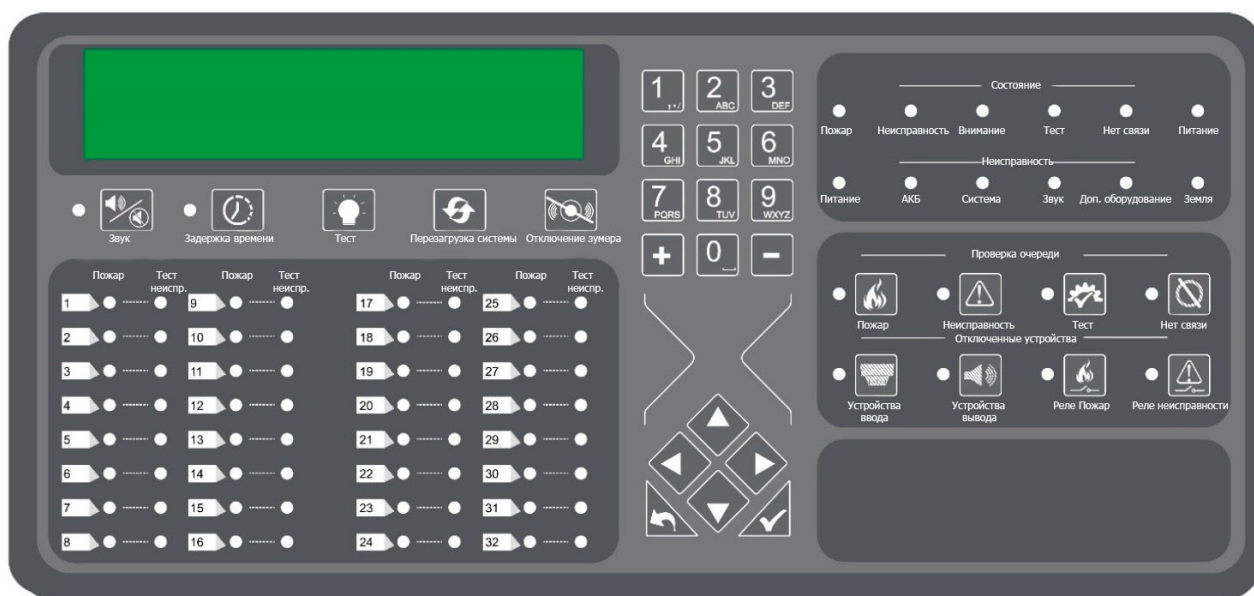

Рисунок 1- Органы управления ППКПУ MAR – 6002
6.10 Для введения в эксплуатацию ППКПУ MAR – 6002 необходимо использовать и читать пиктограммы на фронтальной (лицевой) поверхности ППКПУ MAR – 6002, а также уметь использовать органы управления и иные индикаторы (рисунок 1). Перечень LED-индикаторов и их обозначения: